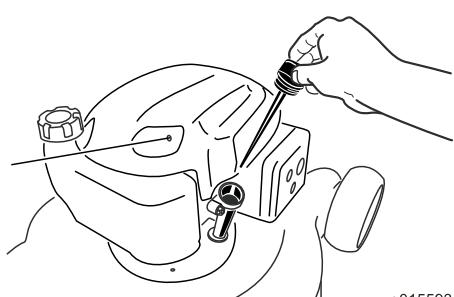

Figura 13
2. Retire la varilla (Figura 13) y vierta aproximadamente tres cuartas partes de la capacidad total del cárter por el tubo de llenado de aceite.